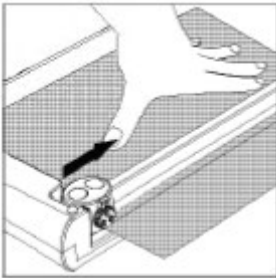

Abbildung 2
5. Um den Schnitt abzuschließen, drücken Sie den Schneidekopf nach unten und schieben Sie ihn entlang der Führungsschiene zur anderen Seite, siehe Abb. 2.